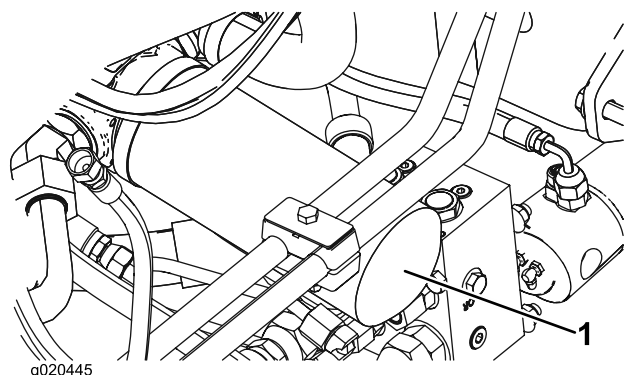

Figure 99
2. Nettoyez la surface autour des surfaces de montage des filtres. Placez un bac de vidange sous le filtre et enlevez le filtre (Figure 99).